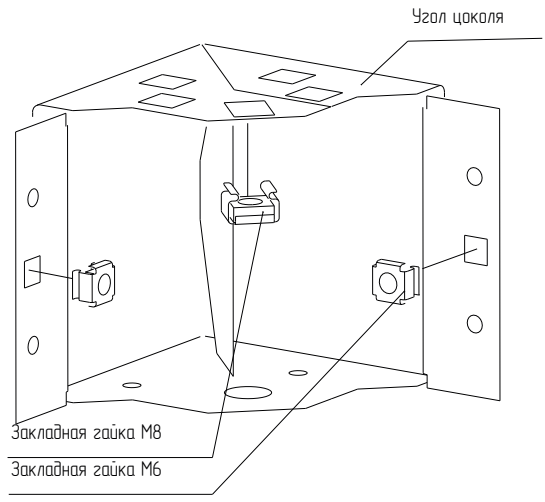

Рисунок 5
4.3.2 Установите на каждый угол цоколя две закладные гайки М6 и одну – М8 (рисунок 5).